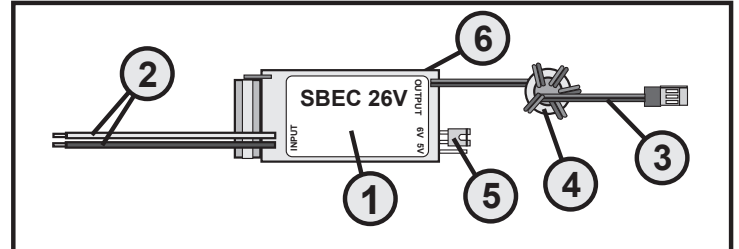

Bild 1
Bevor Sie das Ausgangskabel mit dem Servostecker (3) am Akkueingang des Empfängers anschließen können, führen Sie die Leitung entsprechend Bild 1 und 2 insgesamt 5x durch den beiliegenden Ferritring (4). Der Ferritring kann zur Fixierung der Kabel mit einem geeigneten Stück Schrumpfschlauch umhüllt werden. Schließen Sie danach den Servostecker am Empfänger an.